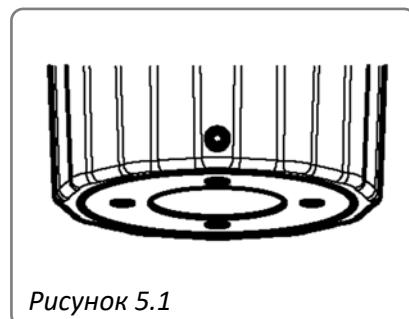
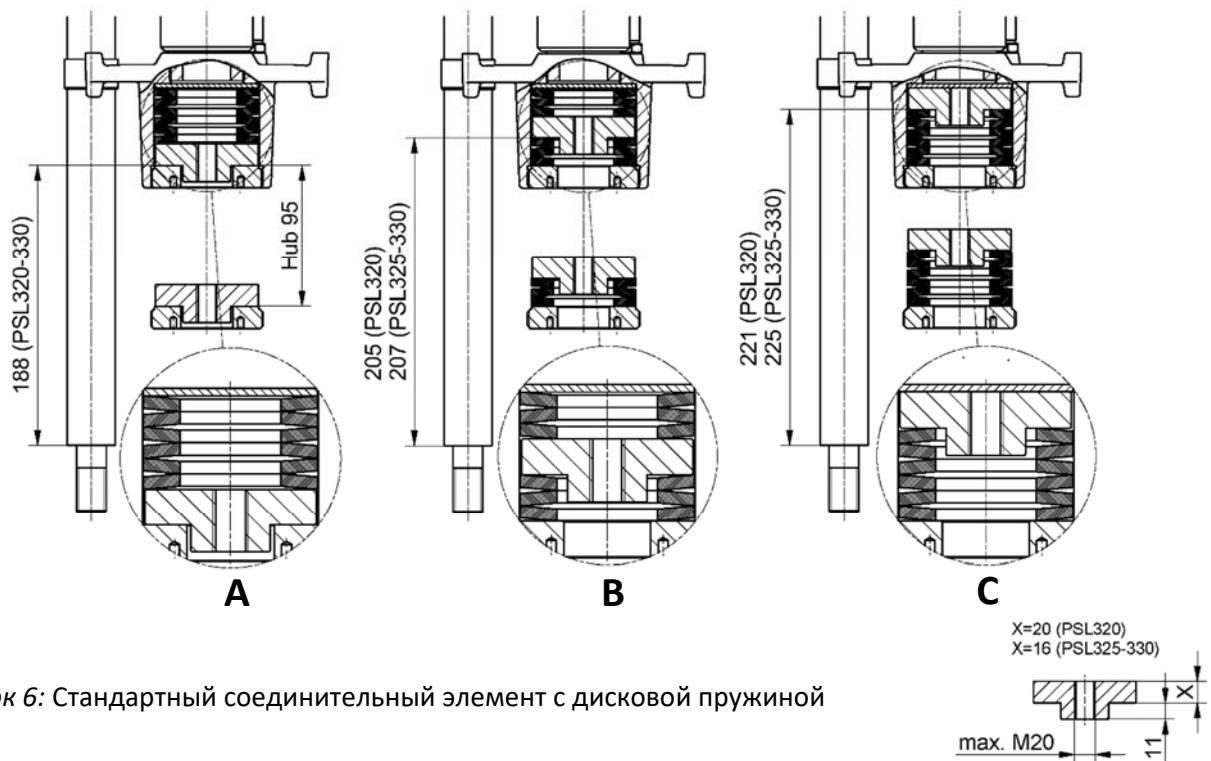

Рисунок 5.1
Рисунок 6: Стандартный соединительный элемент с дисковой пружиной
- Отвинтите торцевую гайку (5) от шпиндельной гайки (1) и наденьте ее на стержень клапана (9).
- Убедитесь в том, что отверстие в соединительном элементе (3) соответствует размеру стержня клапана. При необходимости рассверлите и/или откалибруйте резьбу.
- Надвиньте или навинтите соединительный элемент на стержень клапана и расточите его с помощью стержня клапана и закрепите штифтом или зафиксируйте его с помощью контргайки (2). Выполните укладку чашечных пружин, как показано на Рисунок 6 на стр. 10).
- Введите стержни привода в отверстия пластины для крепления клапана (6) и затяните их крепежными гайками (7)
- Вытяните шпиндельную гайку рукой и полностью наденьте ее на дисковые пружины и стяжной элемент, слегка прикрутите контргайку и затяните ее, дополнительно вытяните шпиндельную гайку и при необходимости затяните до упора дисковые пружины с помощью прилагаемого торцевого ключа, затем затяните контргайку на одном уровне с нижним краем шпинделя и не выступайте (рис. 5.1, при необходимости, сжать диск ручкой).
- Затяните установочный винт с шестигранной головкой (2), торцевая гайка должна быть зафиксирована от отвинчивания.
- A: распределение слоев в проходном клапане с направлением закрывания «стержень клапана приближается к кулачку» (Рисунок 6)
- B: распределение слоев в трехходовом клапане (Рисунок 6)
- C: распределение слоев в проходном клапане с направлением закрывания «стержень клапана удаляется от кулачка» (Рисунок 6)